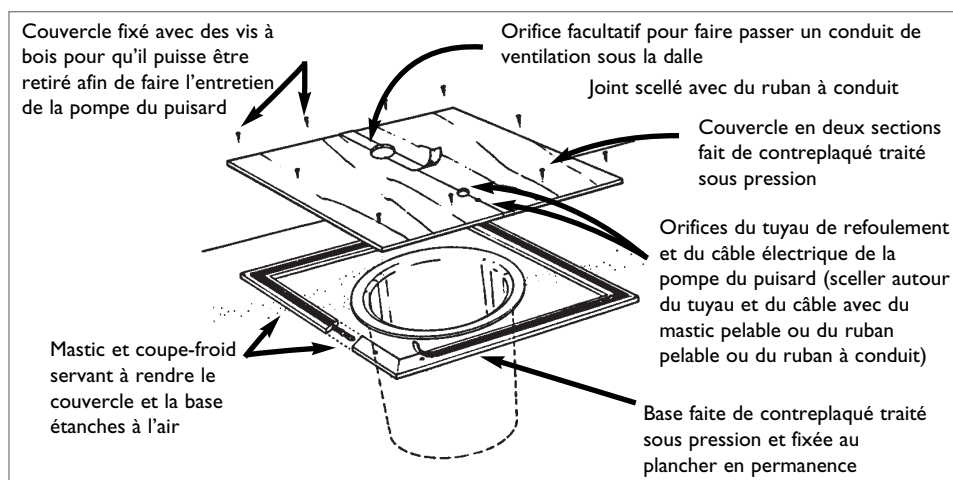

Figure 8 : Scellement des puisards ouverts
- **Puisards ouverts.** On peut sceller le puisard en y installant un couvercle étanche à l'air (voir la Figure 8). Si le puisard sert également d'avaloir de sol, il suffit d'ajouter un siphon spécial au couvercle étanche et d'enfoncer légèrement celui-ci dans la cavité du puisard.
- Munir le puisard d'un couvercle étanche. Le constructeur peut acheter une unité avec couvercle ou en fabriquer un sur place (voir la Figure 8, page 18). Un couvercle étanche protège contre le radon, les moisissures, les mauvaises odeurs, les insectes et les courants d'air froid. Il réduit également les risques de blessures chez les jeunes enfants.